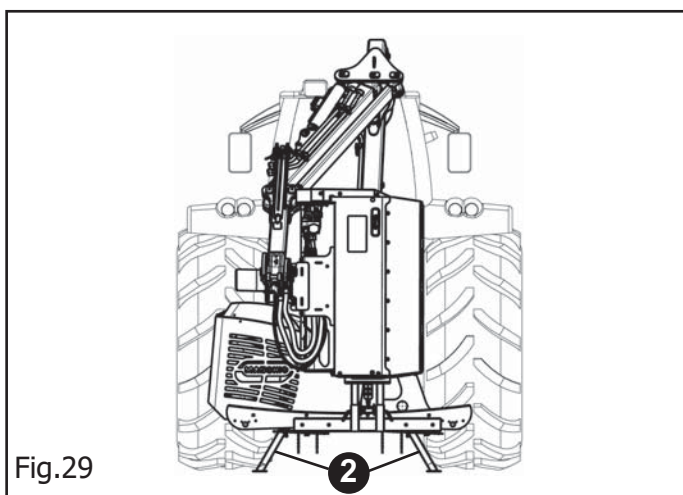

Fig.29
- 3) Abaisser et bloquer les pieds d'appui (2 Fig.29) de la machine ;